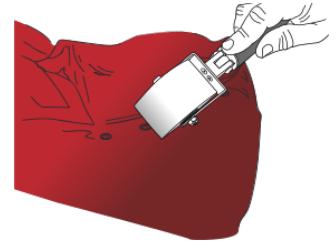

Abbildung 18
- › Danach mit dem ROLLRIV-Roller (Abb. 18) über die Folie fahren, um diese auf der gesamten Nietenfläche anzubringen. Anschließend ist die Folie um die Niete herum mit der Rake oder mit dem Daumen anzudrücken.